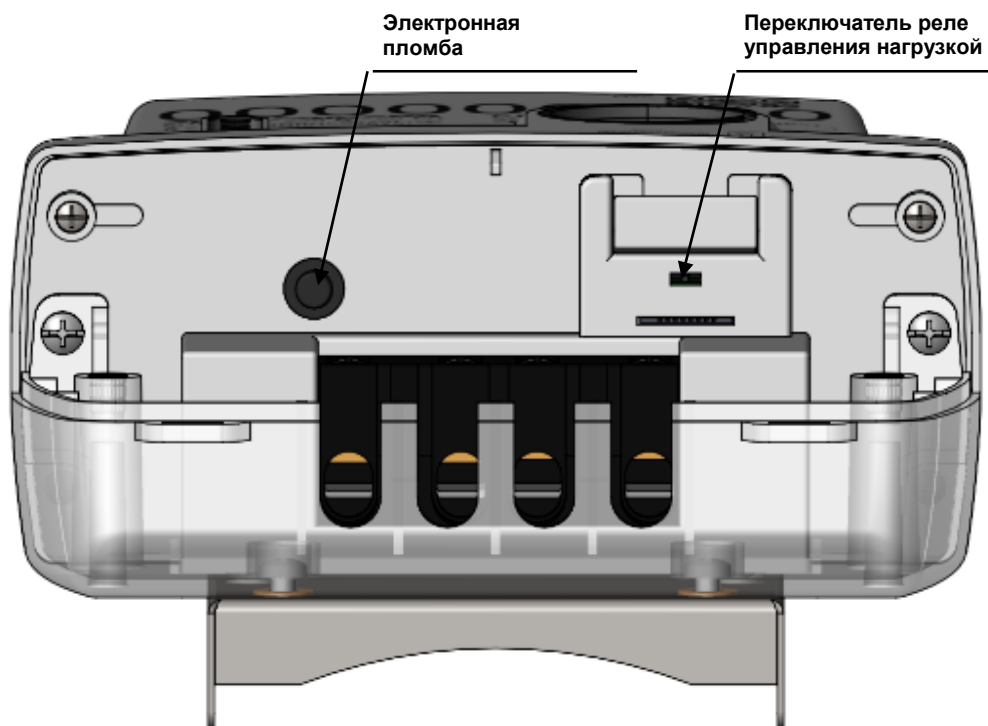

Рисунок 15 – Исполнения счетчиков СЕ208 С4 с трехпозиционным физическим переключателем
- световой индикатор функционирования «СЕТЬ» (1);
- один световой индикатор учета активной энергии (A) и один световой индикатора учета реактивной энергии (R) (2);
- элементы оптического порта (3);
- трехпозиционный физический переключатель (см. рисунок 15);
- прозрачная крышка зажимов (4).